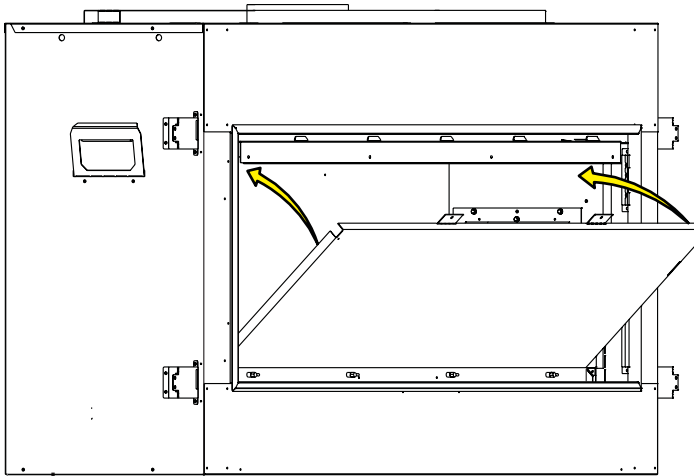
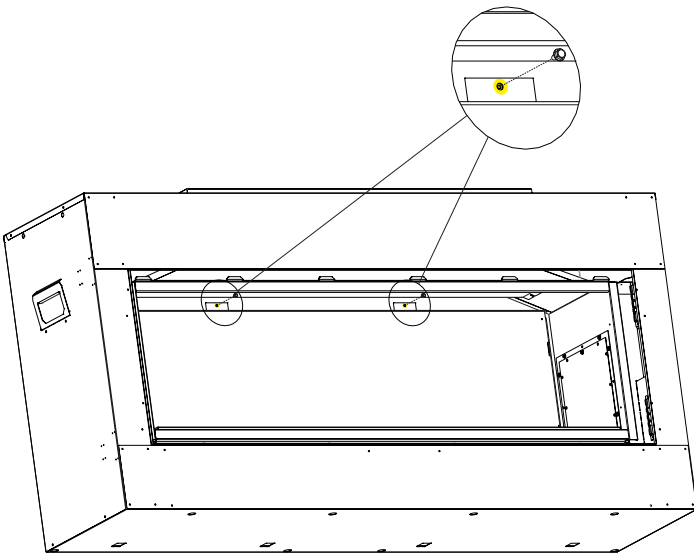

Figure 4
Figure 5
9. Après avoir inséré les languettes dans les fentes, faites pivoter le panneau vers l'arrière de l'âtre. **Voir Figure 4.** À l'aide des deux vis déposées à l'étape 6, fixer le panneau en les vissant dans les languettes supérieures trouées du panneau. **Voir Figure 5.**